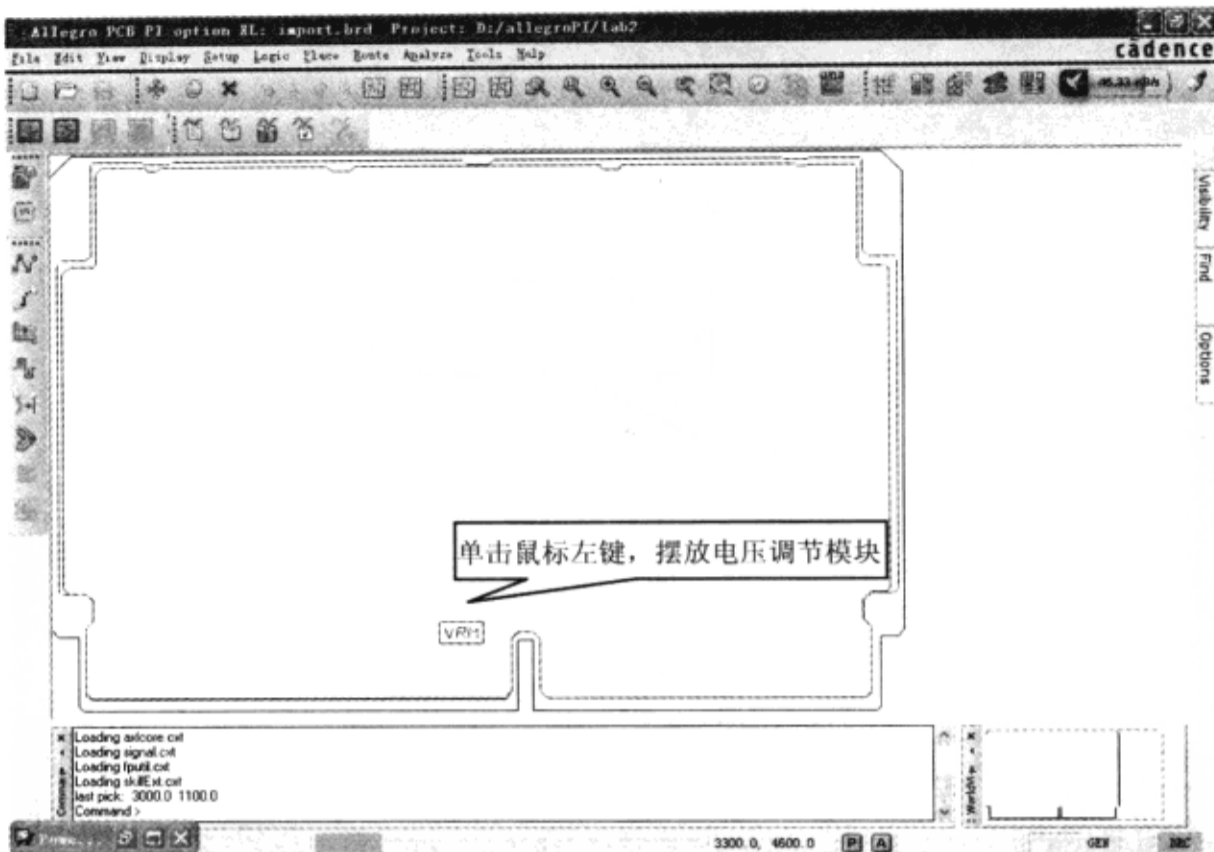

图 8-8-45 摆放电压调节模块
(3) 拖动电压调节模块图标到 PCB 凹槽的左边, 单击鼠标左键放置电压调节模块, 如图 8-8-45 所示。